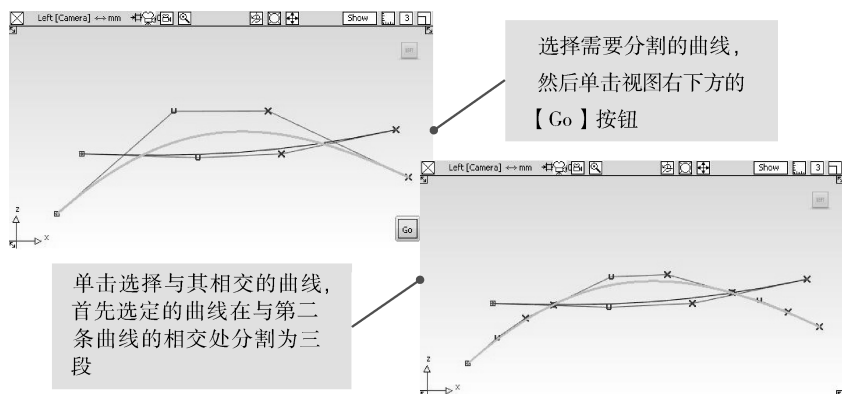

图 2-37 分割曲线
- 【Segment】: 使曲线在交点处打断, 将一条完整的曲线分割为几条曲线, 如图 2-37 所示。